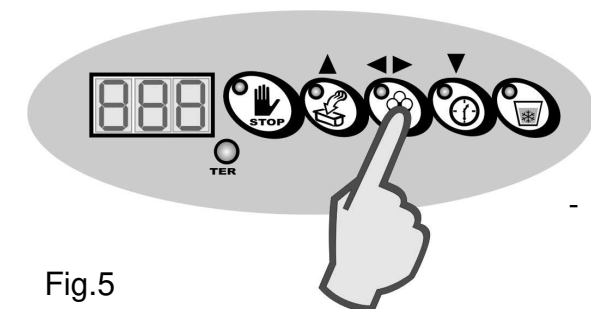

Fig.5
- Ensuite, appuyer sur la touche Confirmation pour mettre en marche le nouveau cycle de production granité (fig.5).